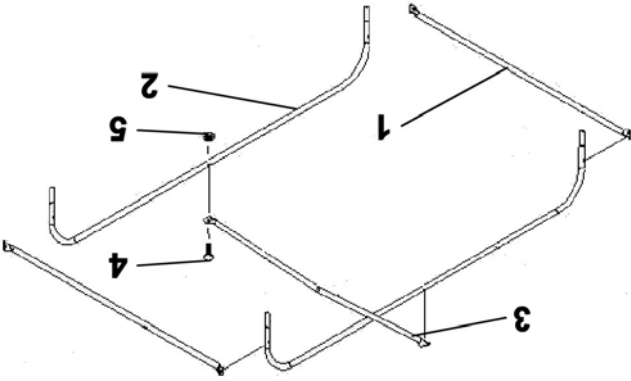

Figure 1
Assembler le dessus du châssis de la cabine en réunissant les tubes de liaison (fig.1, item 1) aux tubes de côté (item 2) avec quatre vis à machine #10 x 1". Attacher le tube de renforcement (item 3) (la portion plier vers le haut) directement au centre. Sécuriser légèrement les vis à machine #10 x 1" (item 4) (les têtes vers le haut) et les écrous à garniture de nylon. Placer l'assemblé sur une surface plane afin de s'assurer que la structure est au niveau.